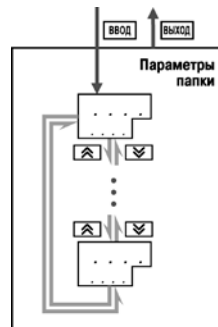

Рисунок 11.4 – Перемещение по параметрам папки
- Перемещение между параметрами осуществляется кнопками  и  (/ ) (циклически в любую сторону) (рисунок 11.4). При этом мигает имя параметра на ЦИ1.